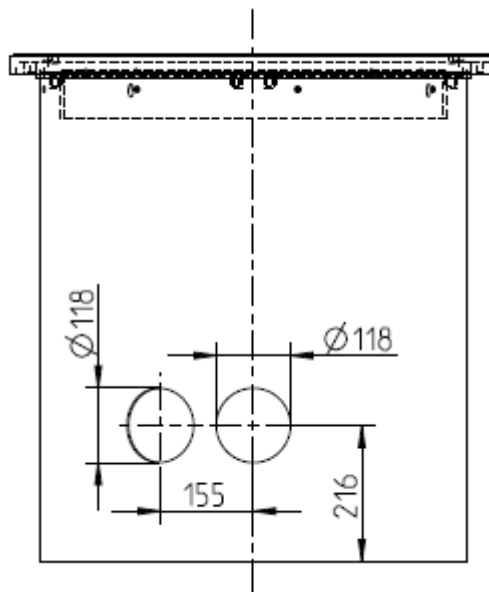

Abbildung 2: Bohrungen am Domschachtsystem
- Soll das Ausbaupaket in einem Grundbehälter nachgerüstet werden, sind die erforderlichen Bohrungen am Domschachtsystem entsprechend Abbildung 2 durchzuführen. Die Bohrungen müssen einen Durchmesser von 118 mm haben, kreisrund und frei von Grat sein.